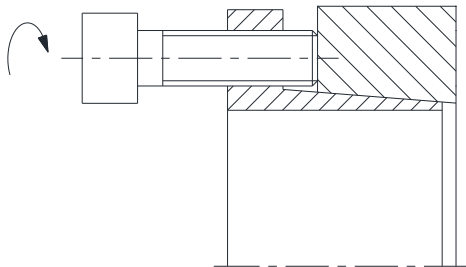

Bild 8: Lösen des Spannsatzes KTR 203
- Die Spannschrauben in die Abdrückgewinde des Innenringes (Bauteil 2) einschrauben (siehe Bild 8 und 9).